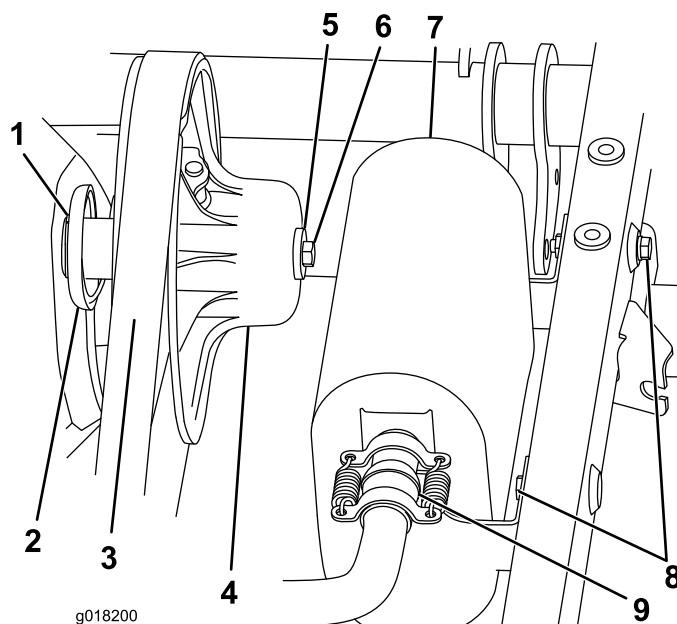

Figura 8
3. Scollegate le due molle che fissano la marmitta all'impianto di scarico, togliete i due dispositivi di fissaggio che trattengono la marmitta sul telaio e togliete la marmitta (Figura 8).
4. Rimuovete la cinghia dalla frizione secondaria (Figura 8).
5. Rimuovete il bullone e la rondella che fissano la frizione ed estraete la frizione dal transaxle (Figura 8).